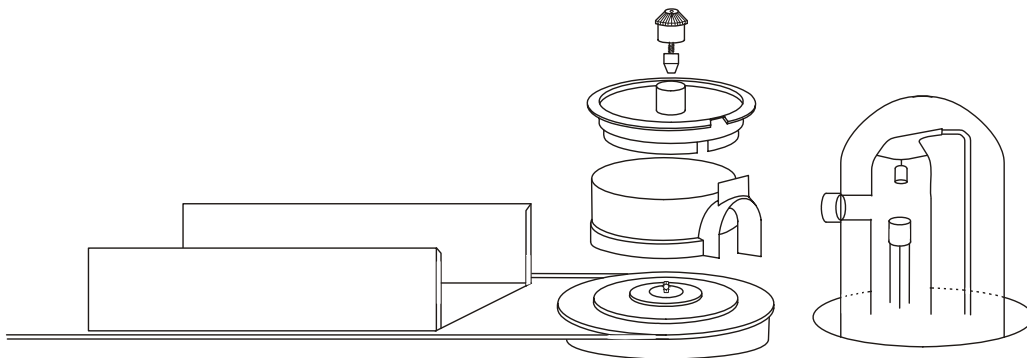

Fig. 7 Montaje y diseño de la cámara de Debye-Scherrer
La cámara de Debye-Scherrer se compone de tres partes: Carcasa, tapa y soporte tensor con rueda cónica (ver Fig. 7). Acoplada al accionamiento de motor se pueden con ella realizar p.ej. fotografías de cristales en rotación.
- A manera de ensayo se coloca la carcasa de la cámara de Debye-Scherrer entre la caperuza de vidrio al plomo y el soporte de muestras (ver Fig. 7). En caso de que la fijación de la cámara sea holgada, se puede hacer una adaptación en el fondo de la cámara utilizando un tornillo.